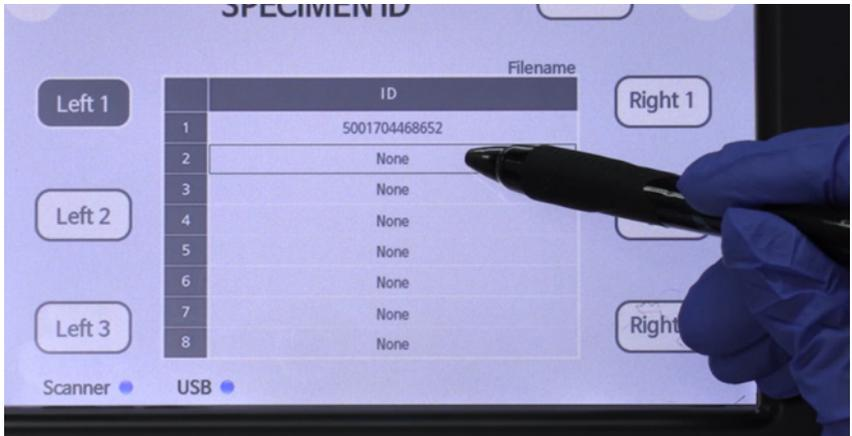

Abbildung 24. Optionen für Probenposition.
6. Tippen Sie auf die gewünschte Probenposition (1-8), um die Barcodedaten zu importieren (siehe Abbildung 24 unten). Scannen Sie mithilfe des Barcodelesegeräts den Probenbarcode ein, bis die Barcodedaten der Probe auf dem Bildschirm angezeigt werden. Wiederholen Sie die Schritte 4 und 5, bis alle Probendaten erfasst wurden.